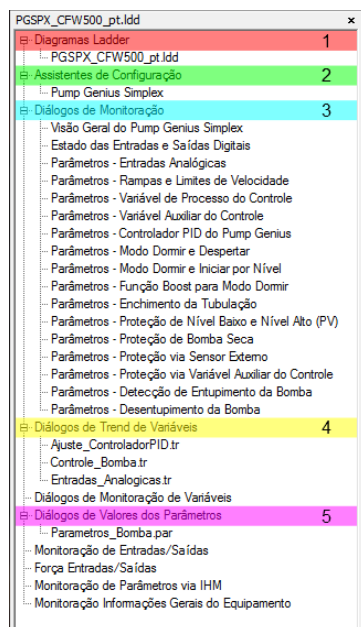

Figura 6.1 – Árvore do Projeto
Utilizando o software WLP é possível implementar ou alterar aplicativo ladder da aplicação Pump Genius Simplex ou Multipump, configurar os parâmetros através do Assistente de Configuração (2), monitorar parâmetros e variáveis através dos Diálogos de Monitoração (3), monitorar variáveis através dos Diálogos de Trend de Variáveis (4), e fazer o upload/download dos parâmetros do inversor CFW500 através dos Diálogos de Valores dos Parâmetros (5). A figura 6.1 apresenta a árvore de projetos onde se encontram as funcionalidades citadas anteriormente.